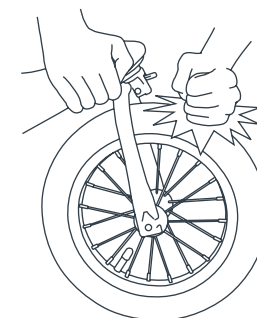

Abb. 5
- 5) • Heben Sie das Vorderrad vom Boden ab und schlagen Sie kräftig auf die Oberseite des Reifens (Abb.5). Das Rad darf nicht locker sein oder sich lösen.